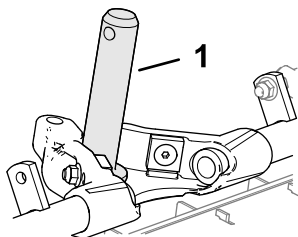

Figura 25
2. Lubrifiați arborele cadrului de susinere cu lubrifiant curat (Figura 25).